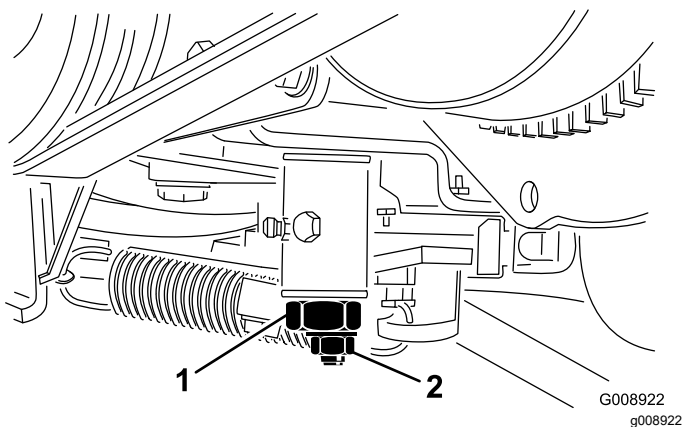

Рисунок 57
4. Ослабьте контргайку на кулачке регулировки тяги (Рисунок 57).